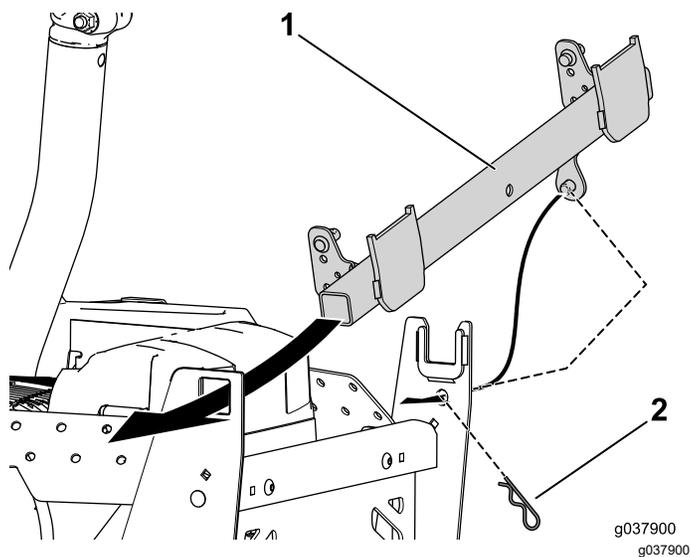

Figura 16
1. Introduzca el extremo cuadrado del conjunto de giro por el orificio del soporte izquierdo del ensacador, e introduzca el anclaje por el soporte derecho (Figura 16).
2. Inserte la chaveta en el anclaje para sujetar el conjunto de giro al soporte del ensacador (Figura 16).